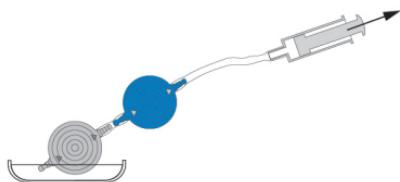

Fig. 24: Controlul permeabilității
M.blue plus XABO trebuie aerisit și verificat cu privire la permeabilitate înainte de implantare. Valva trebuie umplută cât mai neagresiv posibil prin aspirație, cu ajutorul unei seringi sterile de unică folosință aplicate la capătul distal al cateterului. În acest sens, valva se conectează distal și se ține în ser fiziologic steril. Dacă se preia ser fiziologic, înseamnă că valva este permeabilă (Fig. 24) .